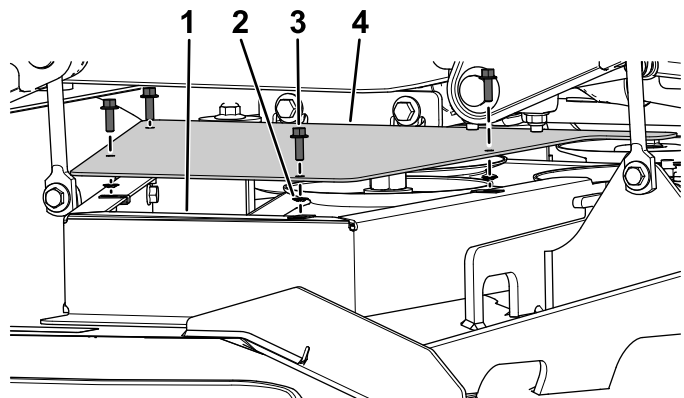

Figure 9
- Fixez le protège-poulie gauche sur le support de protection gauche à l'aide de 4 boulons à embase ($\frac{1}{4}$ " x $\frac{3}{4}$ ") et 4 écrous poussoirs (Figure 9).